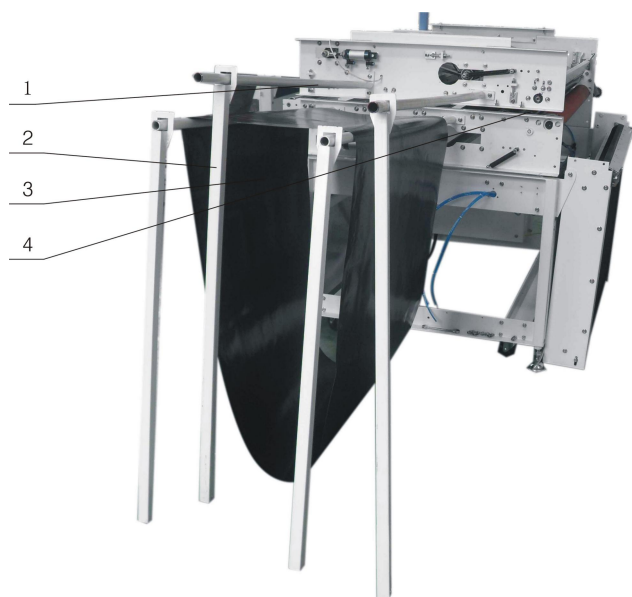

图 3E、更换输送带步骤之 11、12、13
12、将随机附带的 4 根 $\Phi 27 \times 3$ 、长 1200 的抬杆（管子）套在上、下右墙板的 4 个撑柱头上（ $\Phi 20$ 长 70），抬起管端，使右侧上、下墙板及机架之间脱离接触，产生一定的间隙，用方管撑杆将管子托住。(见图 3E)